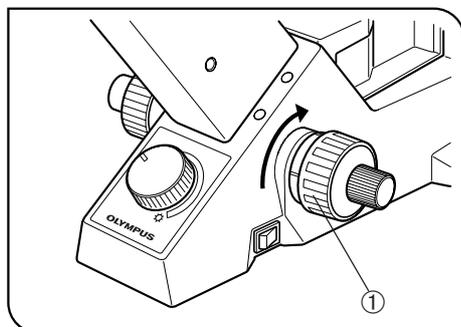

Fig. 28
(Fig. 28 & 29)
1. Tourner le bouton de mise au point rapide ① à l'arrière jusqu'à ce que la tourelle porte-objectifs soit à son niveau le plus bas. (Fig. 28)